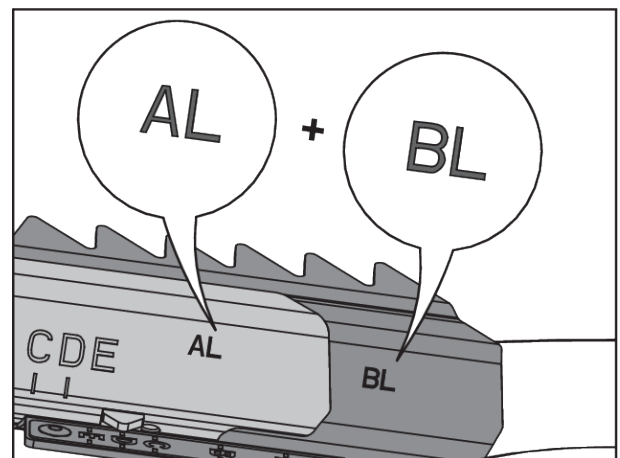

Fig. 79: Combinaison de palette
- Voir Fig. 79 Combinaison de palette